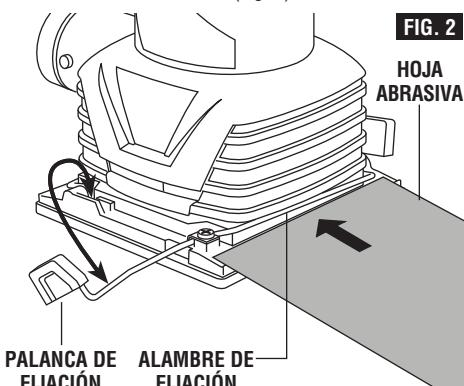

FIG. 2
1. Para abrir el alambre de fijación, levante la palanca de fijación hasta sacarla de su bolsillo y luego baje dicha palanca hasta que quede posicionada de la manera que se muestra en la ilustración (Fig. 2).